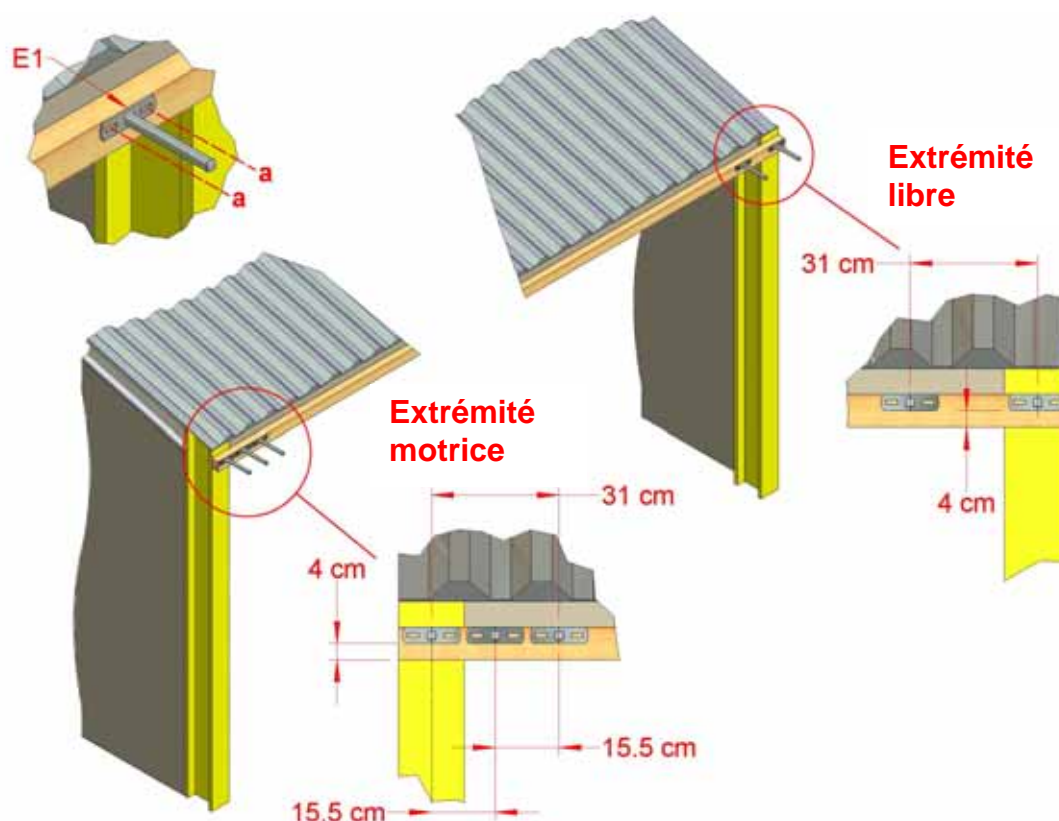

Figure 3 : pose du support de surface - Extrémité motrice et libre
2.1 Poser les supports de surface (E1) à chaque extrémité du bâtiment, en utilisant les attaches appropriées sur la poutre supérieure, comme à la Figure 3. Les trois supports de surface à ou aux extrémités entraînés doivent être espacés de 15,5 cm de centre à centre. Les deux supports de surface à l'extrémité libre doivent être espacés de 31 cm de centre à centre. Prévoir un écart de 4 cm sous le support de surface pour fixer le profilé Kador du rideau, Section 3.1.